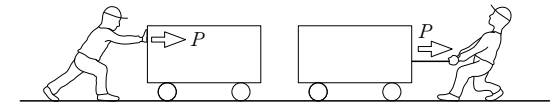

図3 — 力の方向
- ② 「押してダメなら引いてみな」といわれるように、同じ大きさの力を加えても、押すのと引くのでは運動の様子が異なります(図3)。